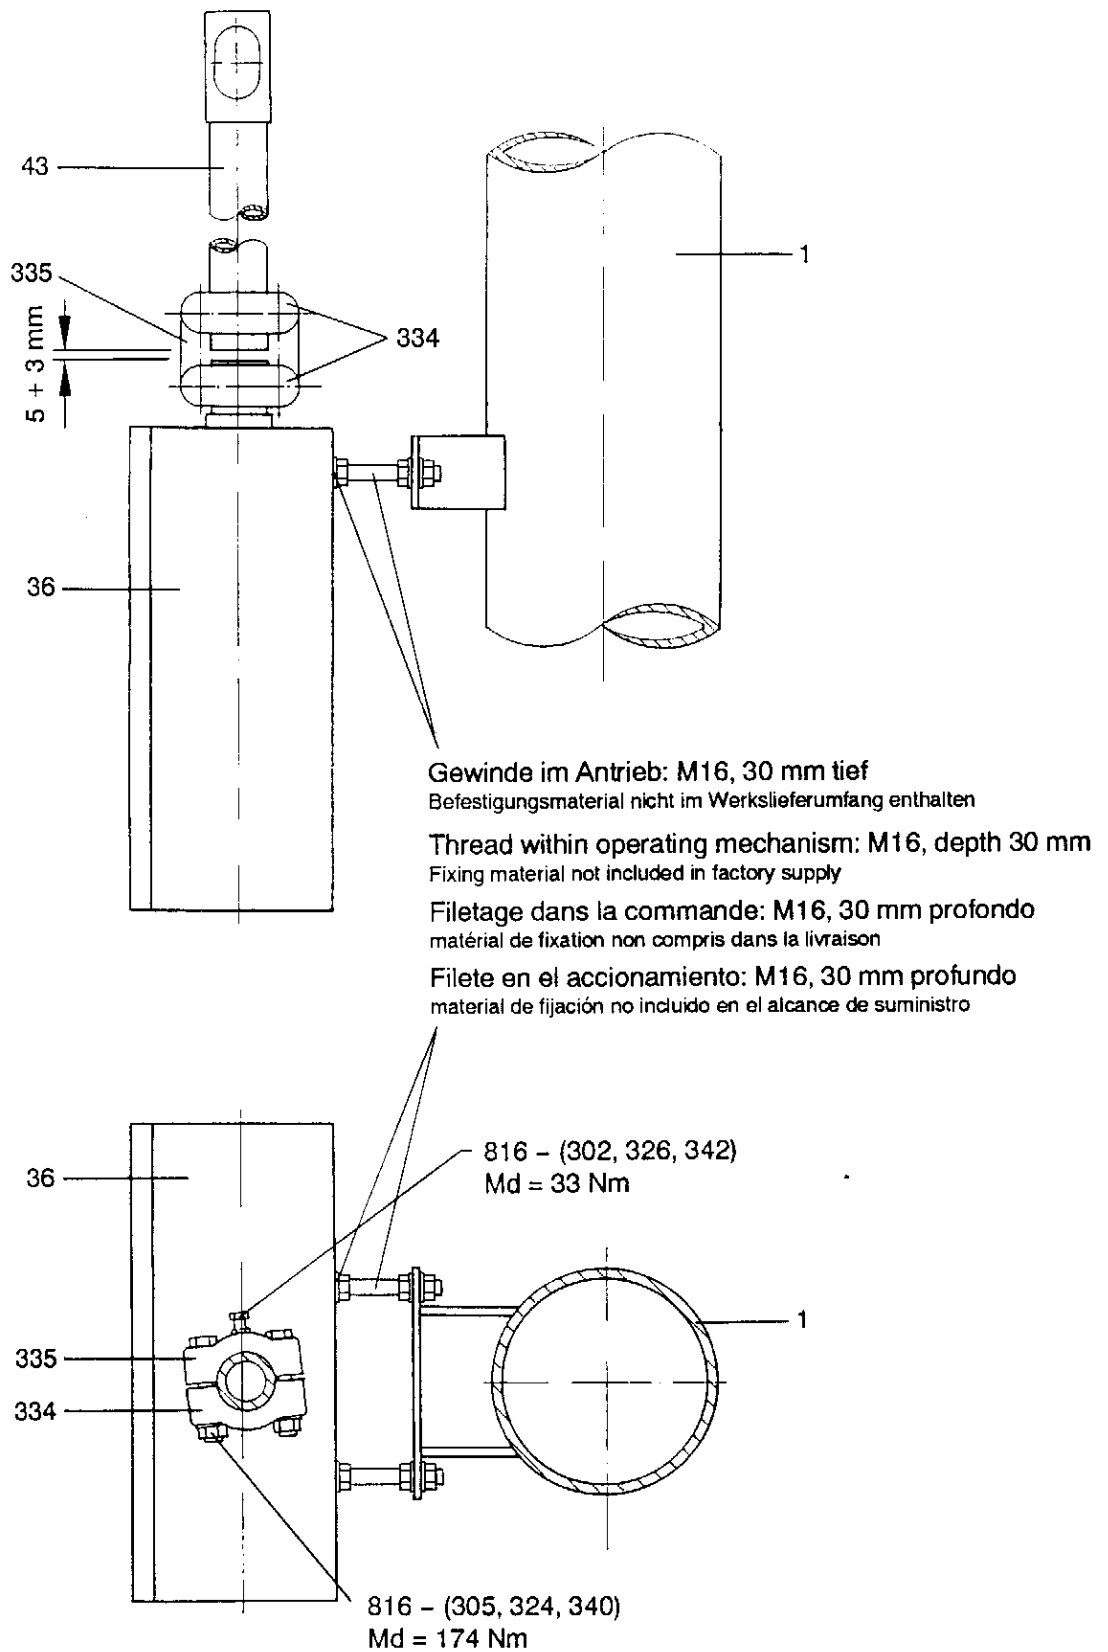

Bild 19
7.7.1 Motorantrieb 36 an der Stütze 1 befestigen (Bild 19). Dabei beachten, daß die Antriebe den Trennschaltern mit gleicher Fabriknummer zugeordnet werden (siehe Leistungsschild).
7.8.1 Motorantrieb 36 an der Stütze 1 befestigen (Bild 19). Dabei beachten, daß die Antriebe den Erdungsschaltern mit gleicher Fabriknummer zugeordnet werden (siehe Leistungsschild).
- 7.9.1 Handantrieb 55 an der Stütze 1 befestigen (Bild 19). Dabei beachten, daß die Antriebe den Erdungsschaltern mit gleicher Fabriknummer zugeordnet werden (siehe Leistungsschild).